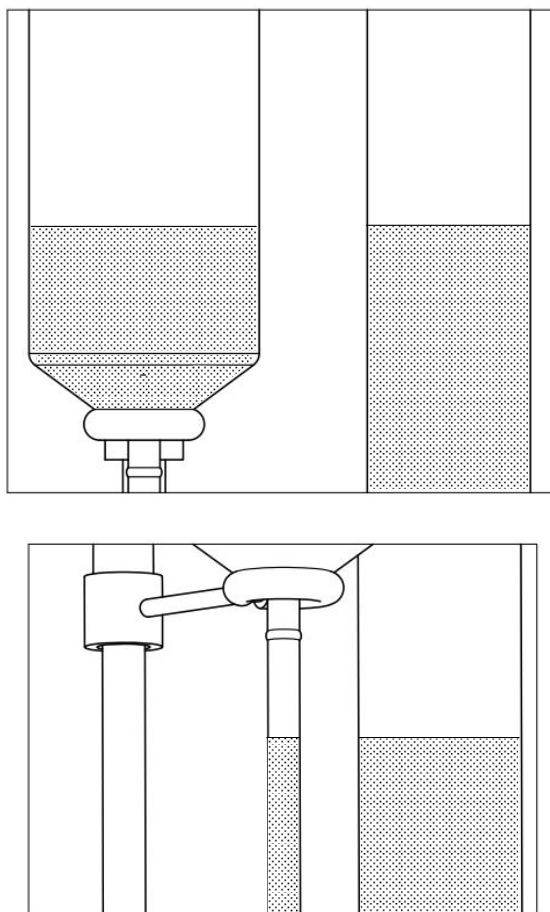

Рисунок 20 – Измерение объёма газов в газометре
- 1) после завершения продувки отрегулировать положение воронки таким образом, чтобы уровни рассола в воронке и в газометре совпадали (рисунок 20, страница 21);
- 3) объем рассола в мерном сосуде соответствует полному объёму газов, поступивших в газометр при дозировании газойля и завершающей продувке азотом (см. рисунок 20, страница 21);
- 4) объем газов реакции в газометре определяется как разность между полным объёмом газов и объёмом азота (рисунок 20, страница 21).